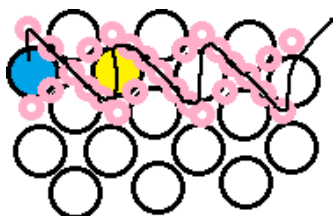

Рисунок 9. Плетение крестика.
4. Нить выходит из верхней бусины, выделенной синим цветом (рис. 9). Набрать 2 бисерины розового цвета, выполнить перехлест с диагональю пройти иглой через среднюю бисерину диагонали, набрать ещё 2 розовых и вывести иглу через бусину, выделенную желтым цветом. (рис. 9). Плетение полученного крестика повторить по всем диагоналям.